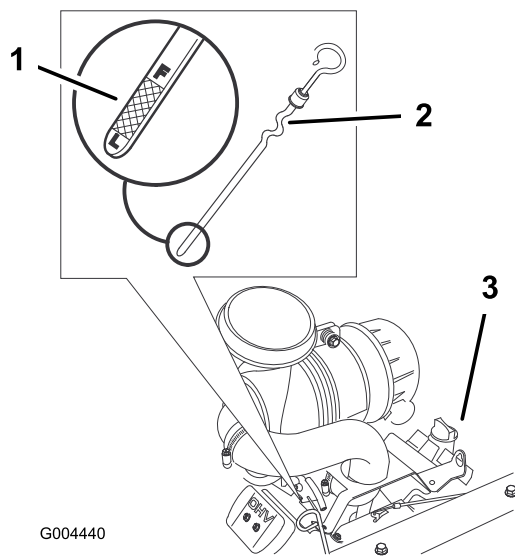

Figura 33
3. Limpie alrededor de la varilla de aceite (Figura 33) para que no pueda caer suciedad en el motor.
4. Retire la varilla de aceite y limpie el extremo metálico (Figura 33).
5. Introduzca la varilla a fondo en el motor. Retire la varilla y observe el extremo metálico (Figura 33). Si el nivel de aceite es bajo, vierta lentamente sólo la cantidad de aceite suficiente para que el nivel llegue a la marca Lleno.
9. Vierta lentamente un 80% aproximadamente de la cantidad especificada de aceite por el tubo de llenado (Figura 33).